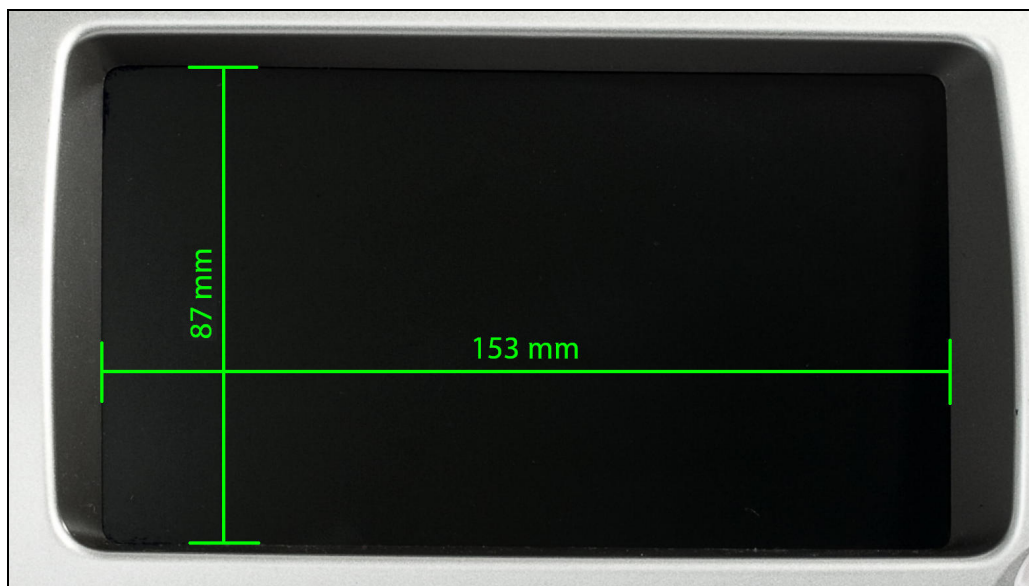

Рисунок 6
1. Замеряем ширину и высоту видимой области дисплея линейкой или штангенциркулем (**рис. 6**). **Видимая область дисплея** – область, не закрываемая пластиковой рамкой.